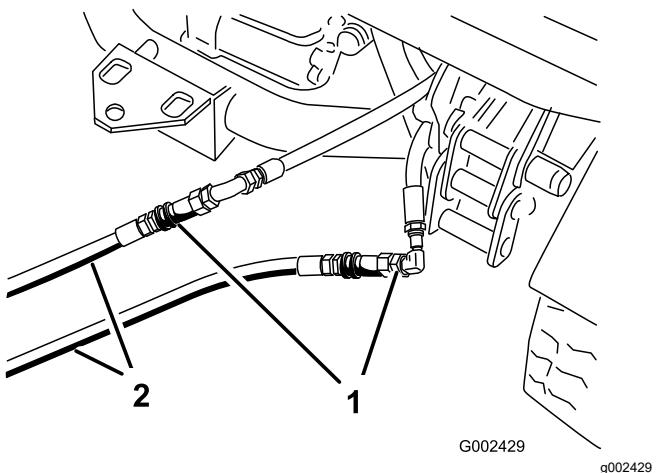

図 75
3. 故障しているワークマンのカップラホースに、救援用ホース2本を接続する図75。